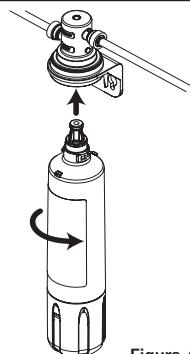

Figura 4
6. Usando la sección “Uso de los accesorios a presión” como referencia, inserte la tubería azul que sale del adaptador de suministro del agua de 1/4 de pulgada en el accesorio de ENTRADA como se indica en la Figura 4.
7. Luego de instalar el grifo como se indica a continuación, inserte la tubería azul que va hacia el grifo en el accesorio de SALIDA como se indica en la Figura 4.
8. Alinee las lengüetas del cartucho del filtro con el ensamblaje del cabezal e inserte el cartucho del filtro en el ensamblaje del cabezal. Gire el cartucho del filtro en el sentido contrario a las agujas del reloj hasta que se detenga (cerca de 1/4 de vuelta). El filtro está instalado. (Vea la Figura 4).